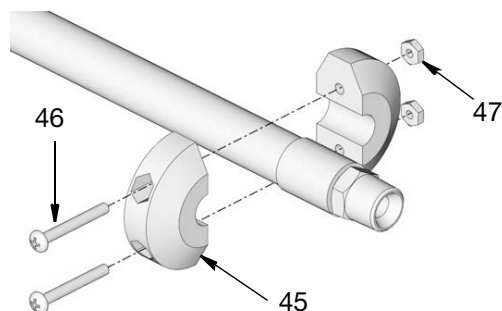

ABB. 18
- Das Dosierventil, die Muttern (47), die Schrauben (46) und die Kugelarretierung (45) vom Schlauchende abnehmen (ABB. 18).
4. Das Dosierventil, die Muttern (47), die Schrauben (46) und die Kugelarretierung (45) vom Schlauchende abnehmen (ABB. 18). Das Schlauchende verschließen (sofern erforderlich), um ein Austreten von Material zu vermeiden.